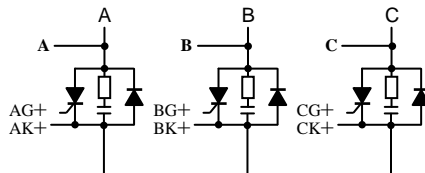

图 26 C6 接线，参照图 3 正组连接
2. C6、C8 型三相触发器采用传统触发方式，需要接同步信号线。触发有极性，请严格参照前文图 26、图 28 接线图接线。只要接线无误即可正常工作，无须理相；